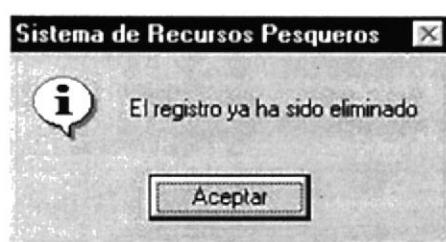

Figura 9.37 Mensaje de ya eliminado
4. Si la especie que desea eliminar ya ha sido eliminada, aparecerá el siguiente mensaje (ver figura 9.37).